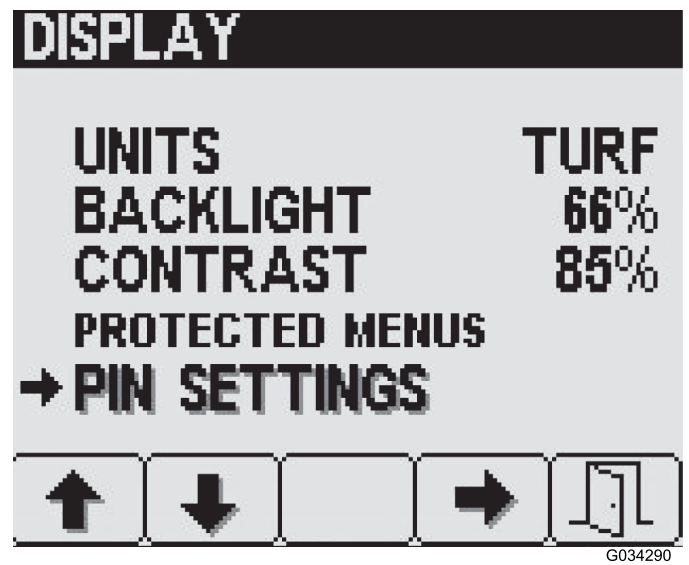

Figura 14
1. Pulse el botón 2 en la pantalla Settings (Ajustes) hasta que llegue a PIN Settings (Ajustes de PIN) y, a continuación, pulse el botón 4 para seleccionar PIN Settings (Ajustes de PIN) (Figura 14).